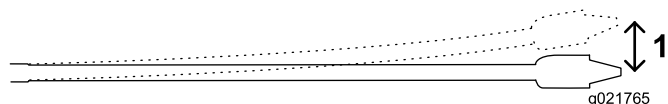

Figure 25
Les tiges de 3 m (10 pi) utilisées sur cette machine peuvent présenter une flèche de 8 % sur toute leur longueur, ce qui correspond à une courbure maximale de 20 cm (8 po) par rapport à une ligne droite (Figure 25).
- Vous insérez les premiers 3 m (10 pi) d'outil/tige de forage dans le sol en ligne droite. La fin de l'outil de forage sera à 76 cm (30 po) de profondeur (Figure 25).